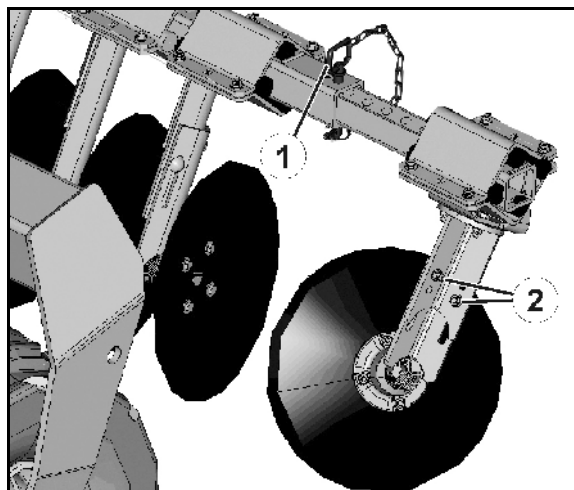

Bild 59
2. Lossa låssprinten och ta bort bulten (Bild 59/1).
2. Lossa skruvarna (Bild 59, Bild 60/2).